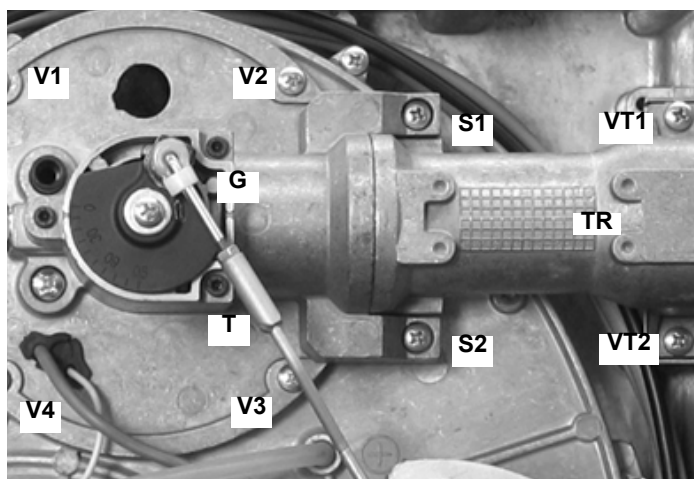
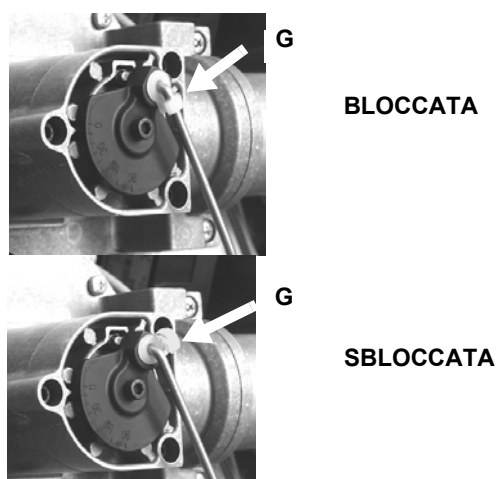

Fig. 46
Fig. 47
- Smontaggio esame e pulizia testa di combustione (vedi Fig. 46 e successive).
- 1 Sbloccare, tramite il gancio in plastica **G**, il tirante **T** (Fig. 46 - Fig. 47) di regolazione della farfalla gas ed estrarlo dalla sua sede tirando verso l'esterno.
- 2 Rimuovere le 4 viti **V1**, **V2**, **V3**, **V4** e la coppia di viti **S1** e **S2** (Fig. 46).